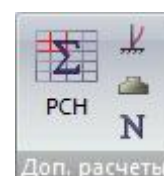

Рис.52. Панель Доп.расчеты
- **Доп. расчеты** (рис.52) – задание исходных данных для вычисления перемещений в узлах и усилий (напряжений) в элементах от стандартных и произвольных линейных комбинаций загружений, для расчета нагрузок на фрагмент, для вычисления главных и эквивалентных напряжений в конечных элементах, для расчета на устойчивость;
Панель **Доп. расчеты** (рис.52) содержит следующие команды: